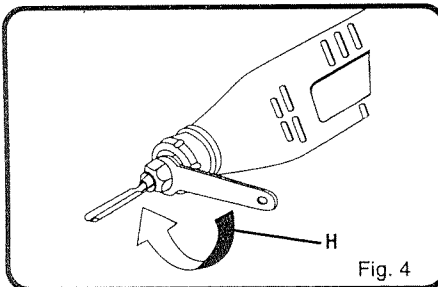

Fig. 4
4. Serrez légèrement l'écrou du mandrin en le faisant tourner dans le sens des aiguilles d'une montre à l'aide de la clé fournie. Voir figure 4.